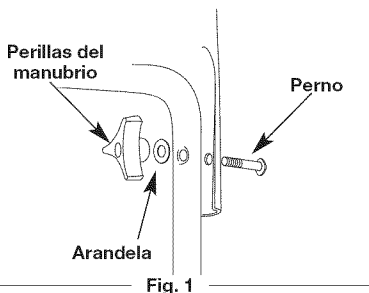

Fig. 1
1. Afloje las dos perillas del lado interior del manubrio (Fig. 1).